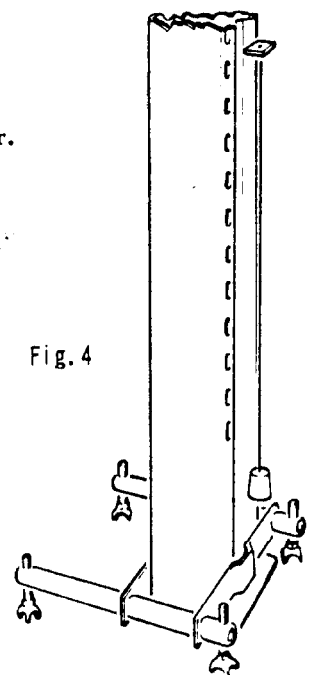

Fig. 4
- Régler provisoirement la verticalité * sur les bords de guidage et sur les faces intérieures des poteaux (voir fig. 4).
- Régler la verticalité des poteaux au moyen des vis des dispositifs de montage, le fil à plomb étant appliqué tantôt sur la face ajourée du poteau, tantôt sur l'un des bords de guidage (voir fig.4 page 6).